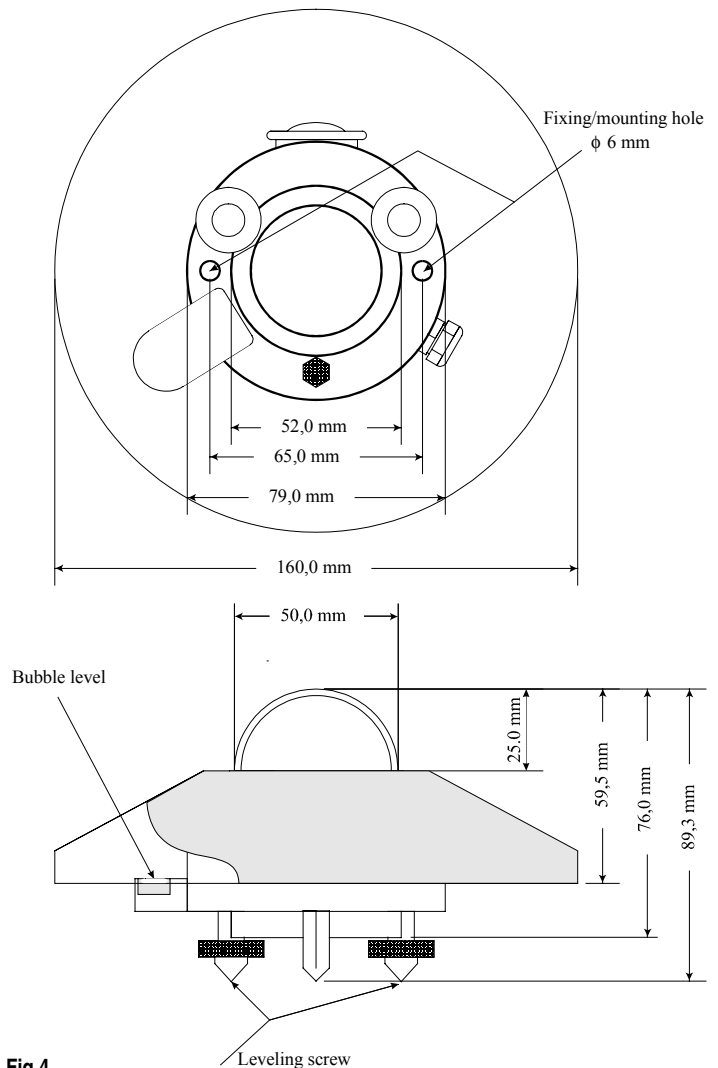

Fig.4
- Zur Befestigung auf einer Ebene dienen die beiden vorgebohrten Löcher (Durchmesser 6mm, Abstand 65mm). Um diese beiden Löcher erreichen zu können, muß der Schutzschirm abgeschraubt und nach der Montage erneut positioniert werden (siehe Abb.4).
Abmessungen:	siehe Abb.4